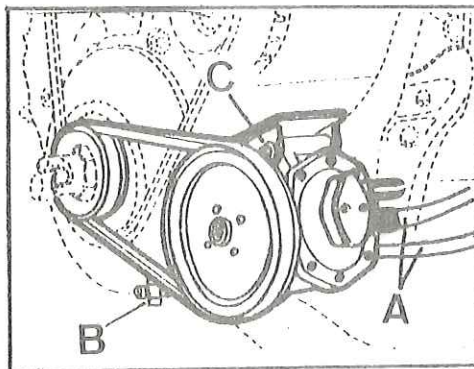

Fig. H-61 Depresor
- 1.1. Desmontar el tubo de canalización de vacío y el de escape, A (Fig. H-61) de las tapas del depresor.